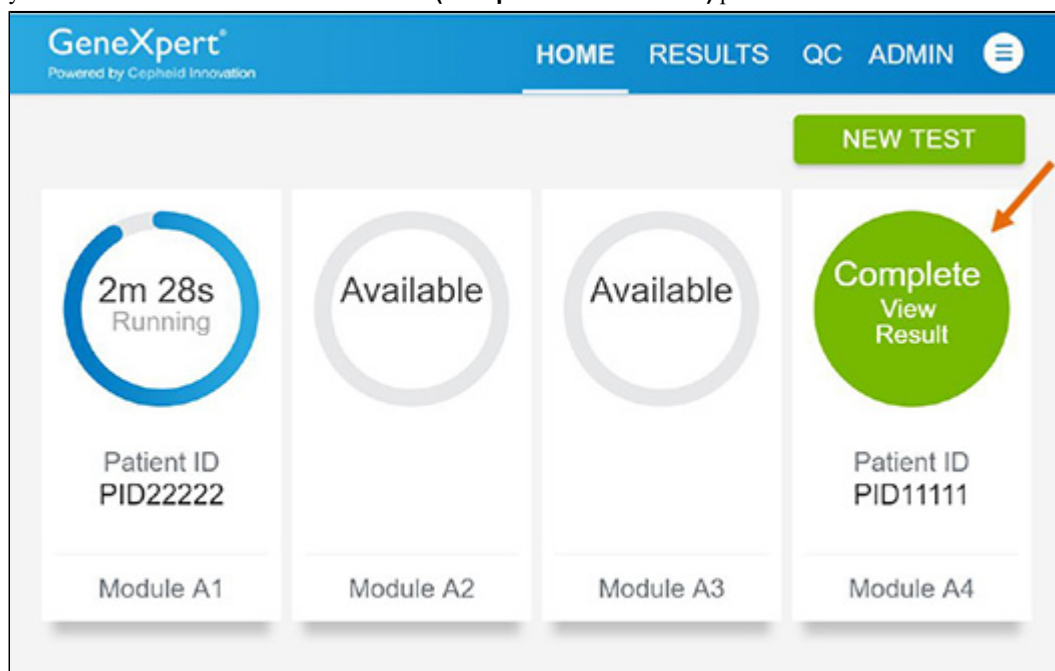

Figure 31. Écran d'accueil avec l'un des deux tests terminés
- Une fois qu'un test est terminé, le texte de l'icône du module devient **Terminé (Complete)** (voir la Figure 31). Appuyez sur **Terminer Afficher les résultats (Complete View Results)** pour afficher les résultats de test.